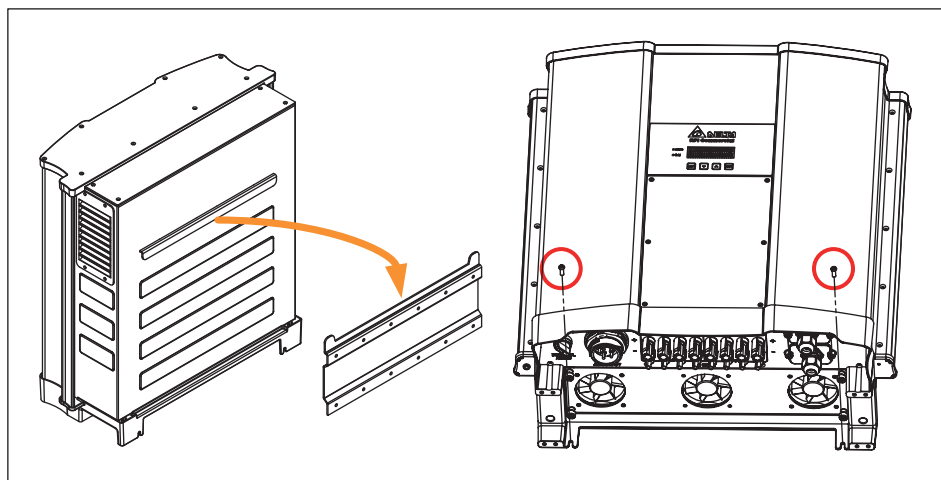

图3-4 : 附挂和固定逆变器
- 3.使用2颗M6螺丝将逆变器固定于墙上。请参考图3-4。